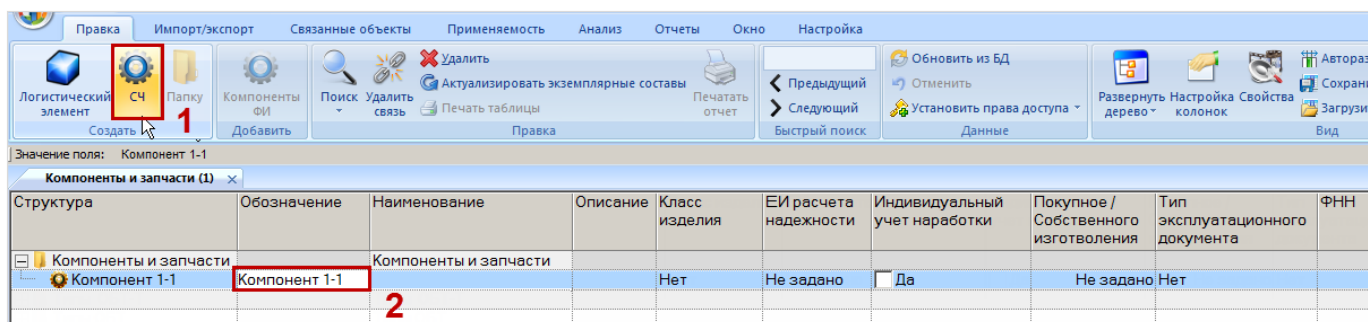

Рис. 9-38 – Создать компонент в папке
- 3) Для создания компонента нажать кнопку  «СЧ» панели «Создать» (1 на рис. 9-38).
4) Ввести «Обозначение» для компонента (2 на рис. 9-38). В дереве объектов компоненты отмечены пиктограммой .